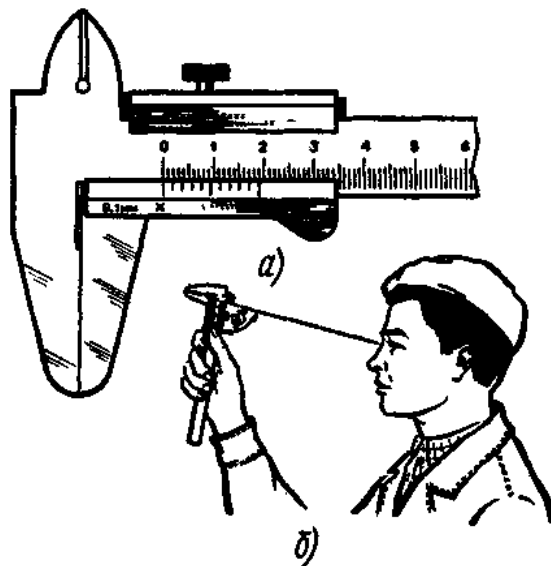

Рис. 3. Проверка нулевого положения штангенциркуля
- a) привести соприкосновение губки штангенциркуля (рис.3, а). Губки по всей длине должны быть параллельными. Зазора по краям губок не должно быть. Нулевой штрих нониуса должен совпадать с нулевой риской основной шкалы;
- b) размер просвета между измерительными поверхностями сведенных убог штангенциркуля оценивают при дневном освещении «на глаз» (рис. 3, б). При отсутствии просвета между губками для наружных измерений или при
небольшом просвете (не более 6 мм) должны совпадать нулевые штрихи нониуса с начальным штрихом основной шкалы (рис. 3, *a*);